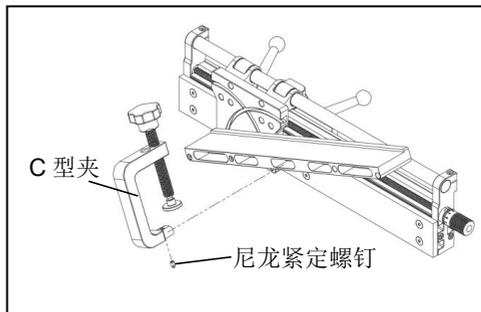

图 13
- 如图 13 所示，将 C 型夹安装到斜切直靠山的腰槽内。